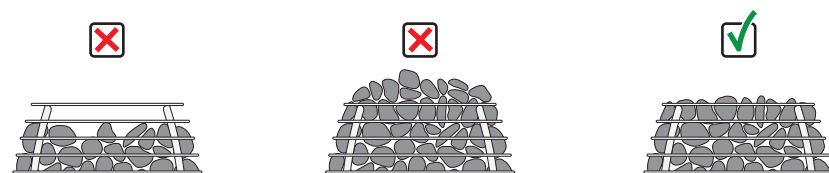

Figura 14. Posa delle pietre HIVE Flow.
- Non disporre un mucchio alto di pietre e, prima del primo utilizzo, assicurarsi che tutte le pietre siano a livello della parte superiore della griglia (**Figura 14**).